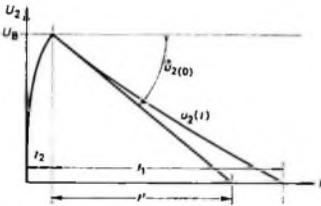

Bild 4. Verlauf der Spannung  $u_2(t)$
der Gl. (9) für  $t = 0$  zu (Bild 4)